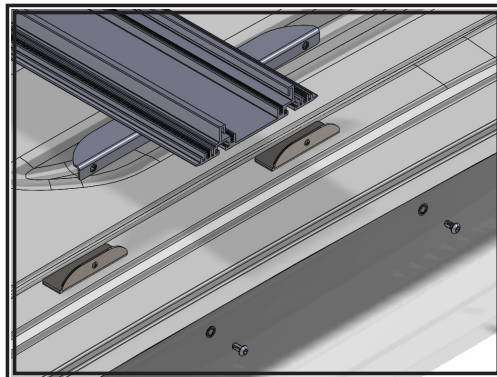

Abbildung 2
4. Entfernen Sie die vier 6,4 mm (1/4 "-20) Halbrundschrauben und die Sternscheiben von der Montagehalterung und legen Sie sie beiseite. Entfernen Sie die Kennleuchte (mit den noch angebrachten Halterungen) vom Fahrzeugdach, und legen Sie sie beiseite. Siehe Abbildung 2.